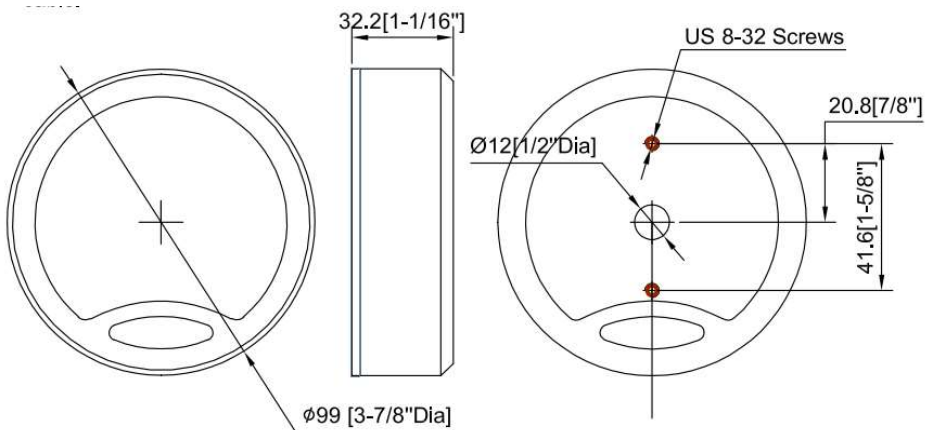

Fig. 2
2. Bohren Sie zwei Befestigungslöcher für zwei M4-Schrauben und einen Türdurchbruch für die Spindel in die Tresortür. Achten Sie darauf, dass die Mitten der drei Bohrungen in einer vertikalen Linie liegen. Der maximale Durchmesser des Durchbruchs für die Spindel beträgt 12 mm, der minimale 11 mm. Größere Löcher sind nicht zulässig. (Abb.2)